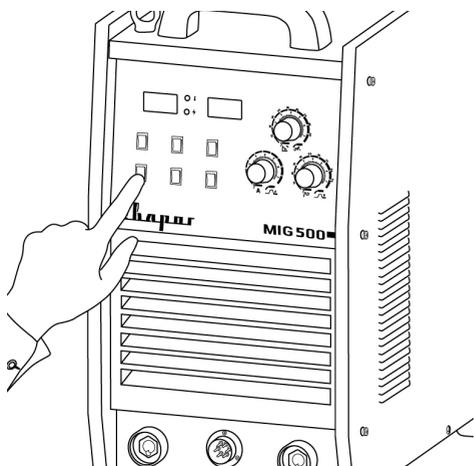

Рис. 8.19. Выбор типа проволоки.
3. Выберите тип проволоки (См. рис. 8.19). Сварочная проволока выбирается в зависимости от типа свариваемого металла.